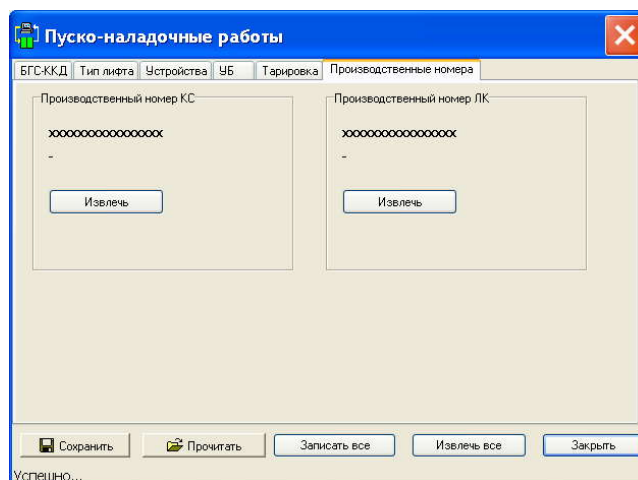

Рисунок 44 – Вкладка "Производственные номера"
- В главном меню программы, в пункте **Окно** выбрать подпункт **Пуско-наладка**. В появившемся окне перейти на вкладку **Производственные номера** (Рисунок 44) .